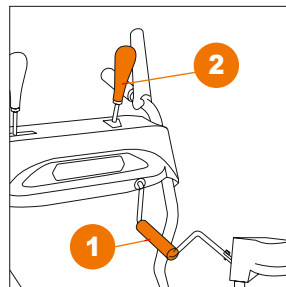

Рис. 19
*Для регулировки направления и дальности выброса воспользуйтесь ручкой изменения направления 1 и рычагом регулировки дальности 2 (Рис. 19).*